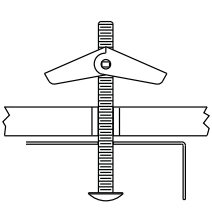

Figure 3
- Si lors du perçage, la solive de plafond n'est pas atteinte**, agrandir les trous dans le plafond de manière à pouvoir y insérer des écrous et des boulons à bascule (non inclus). Préinstaller les boulons et les écrous dans le boîtier du luminaire. Soulever le boîtier au-dessus du boîtier de sortie et tirer les câbles d'alimentation dans le boîtier par l'orifice central. Insérer les écrous à bascule dans les orifices du plafond et serrer les boulons à bascule. **Voir la figure 3.**
If drill does not encounter ceiling joist, enlarge hole in ceiling to accommodate toggle nut(s) and bolt(s) (not supplied). Pre-install the bolt(s) and nut(s) in Fixture Housing. Lift Housing over outlet box and pull supply wires into the Housing through the center hole. Insert toggle nut(s) in ceiling hole(s) and tighten toggle bolt(s). **See Fig. 3.**
Si al perforar no se encuentra con una vigueta del techo, agrande los orificios en el techo para colocar las tuercas y pernos acodados (no incluidos). Preinstale los pernos y las tuercas en la carcasa de instalación. Levante la carcasa sobre la caja de salida y pase los cables de suministro a la carcasa a través del orificio central. Inserte las tuercas acodadas en los orificios del techo y ajuste los pernos acodados. **Consulte la Fig. 3.**